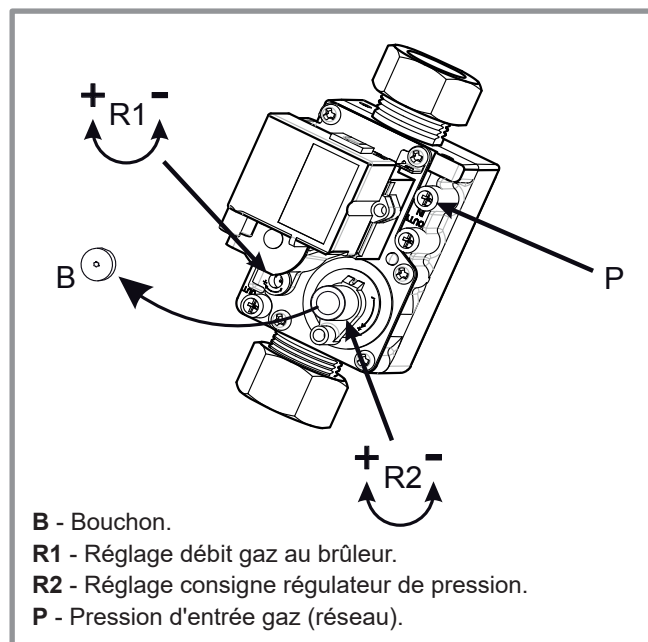

figure 49 - Vanne gaz VGU86 S
- Si nécessaire, ajuster le taux de CO₂ en réglant le débit gaz au brûleur (vis repère R1, figure 49).
- Si nécessaire, ajuster doucement la consigne du régulateur de pression (vis repère R2, figure 49).